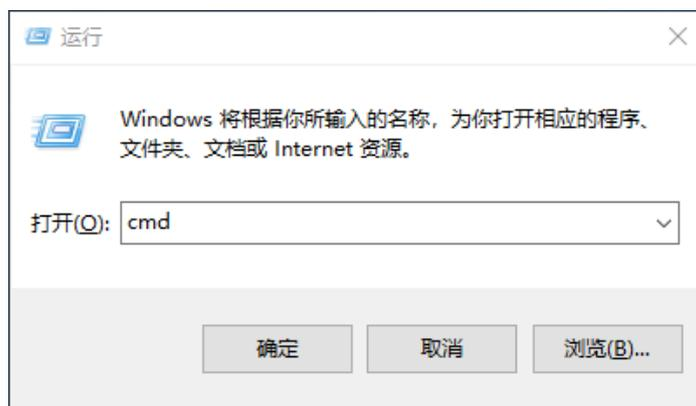

图3-23 “运行”对话框
- 1) 同时按下“win”+“R”键，打开“运行”窗口，输入“cmd”，如图 3-23 所示